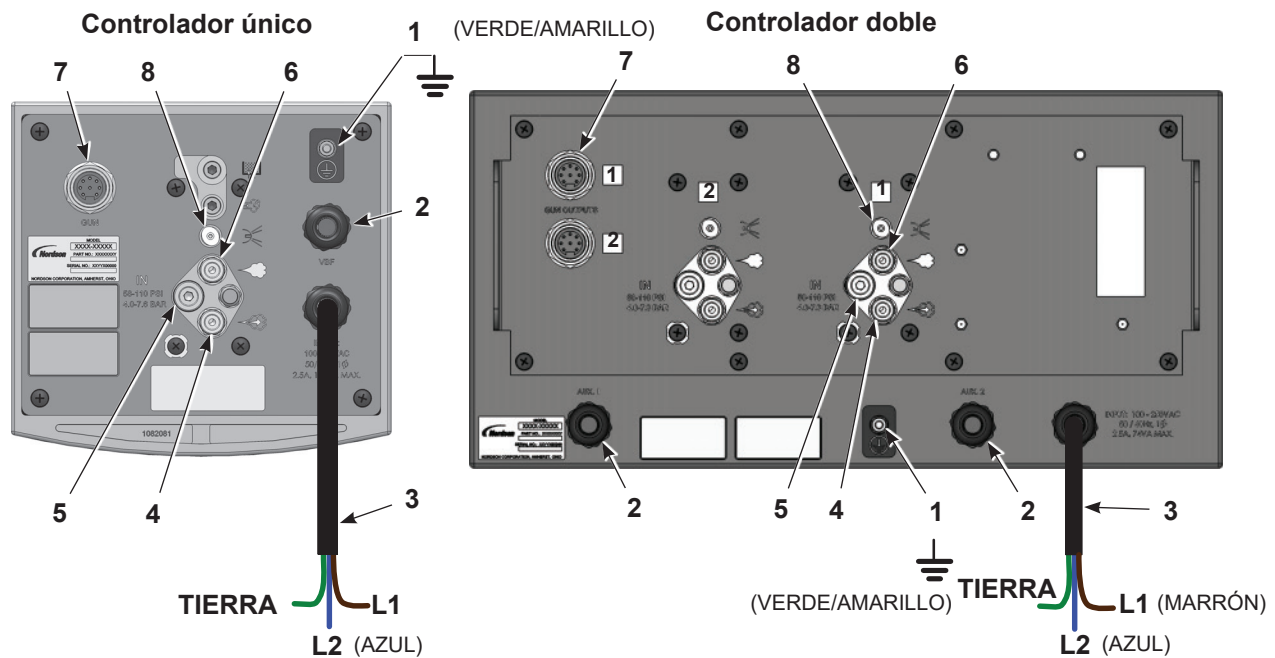
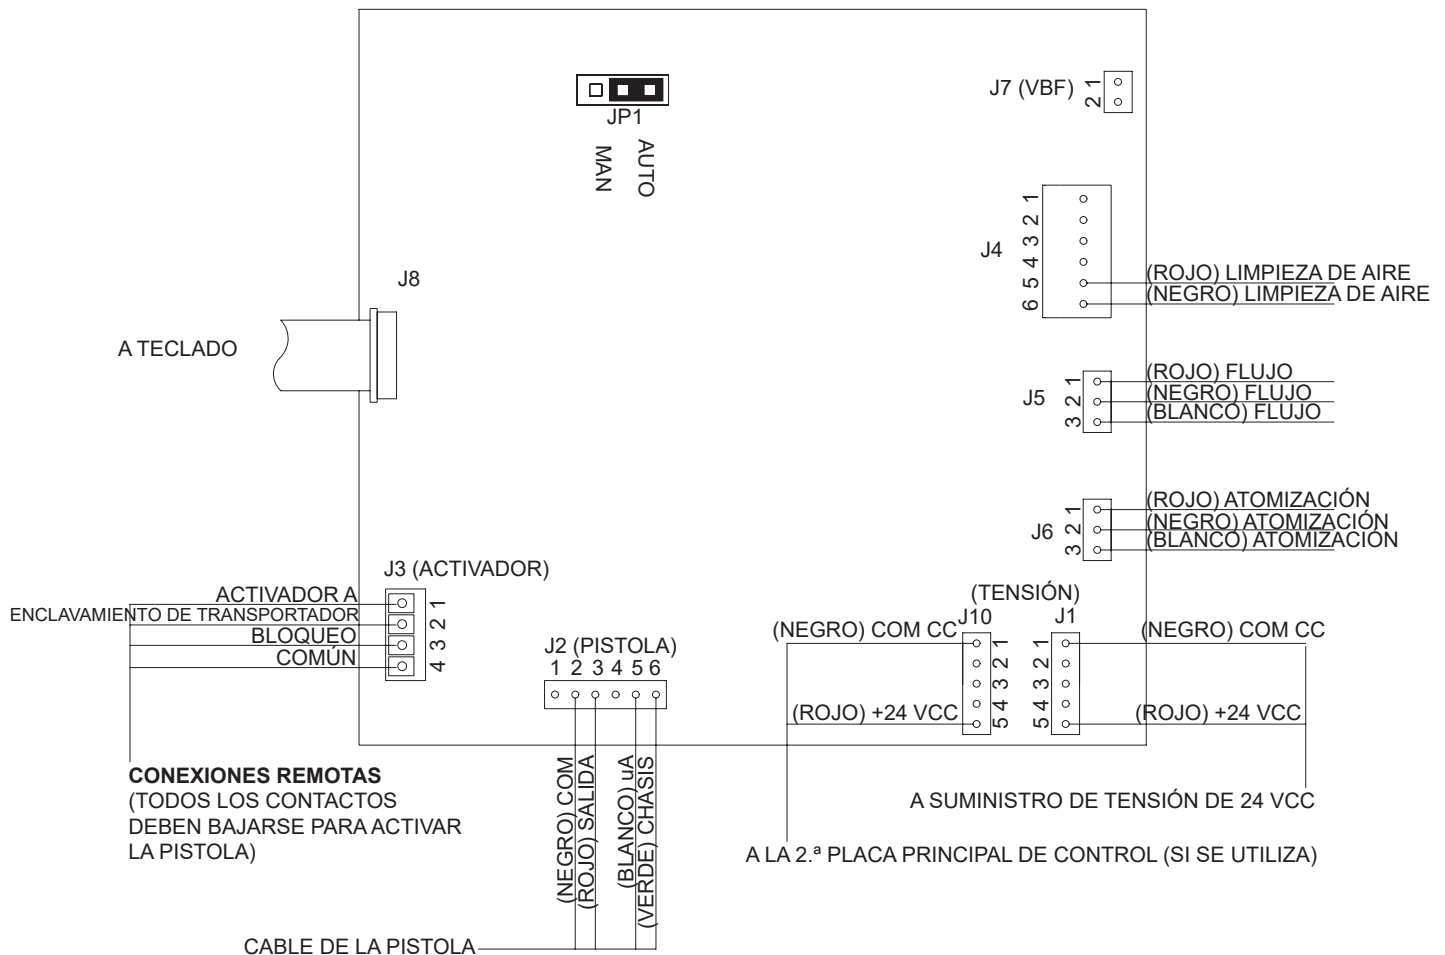
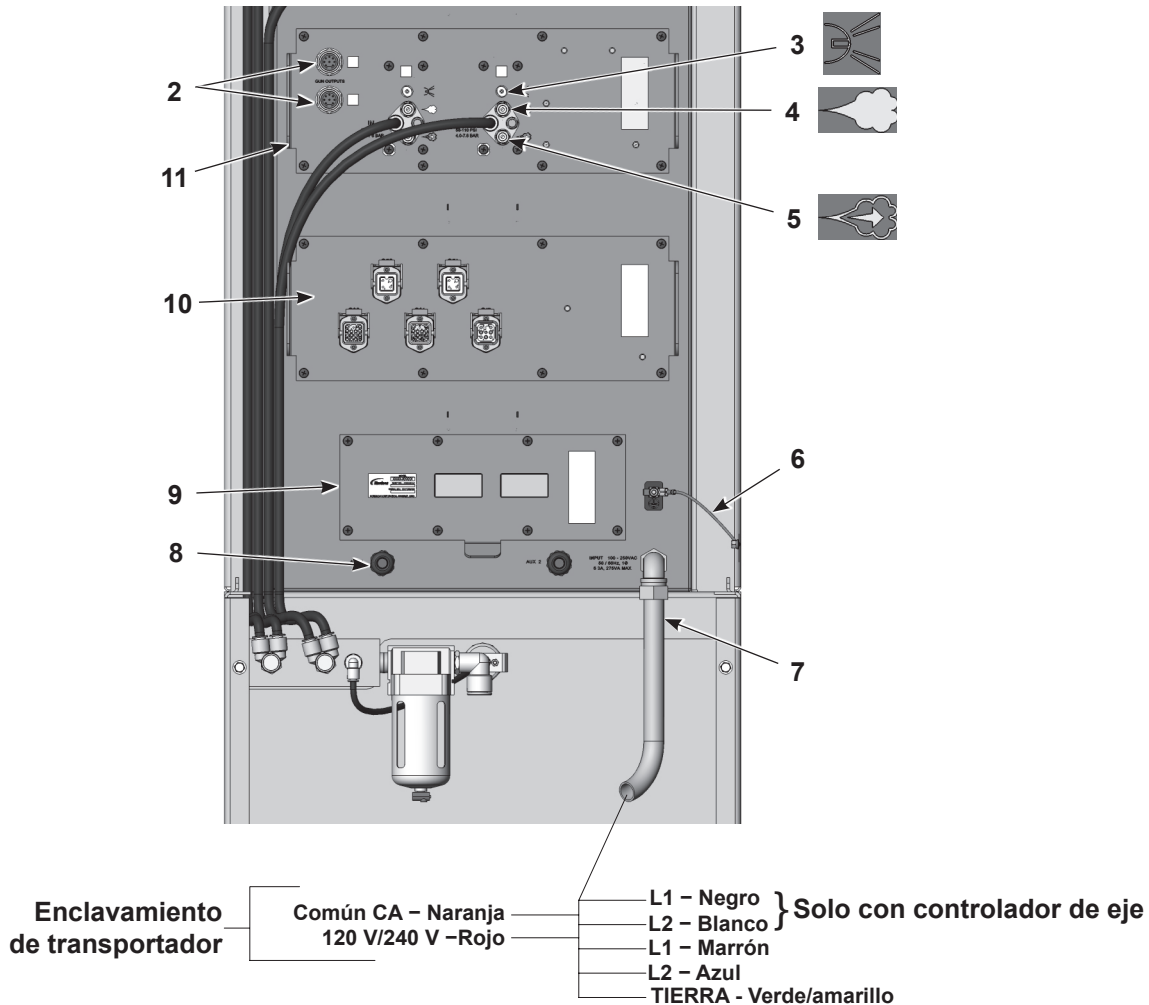

Figura 3-4 Conexiones del controlador de pistola automática única/doble
Figura 3-5 Controlador de pistola automática única/doble - Conexiones activador/enclavamiento/bloqueo de la placa principal de control
Figura 3-6 Controlador de pistolas múltiples: conexiones de tensión, aire y pistola (cubierta trasera y rodapié retirados)
Montar el controlador sobre una superficie plana dejando una distancia suficiente alrededor del mismo para conectar los cables de tensión, aire y de la pistola al panel posterior. Para las dimensiones, consulte la Figura 3-4.
Realizar las conexiones tal y como se muestra en la Figura 3-4. Para las conexiones del activador remoto, el enclavamiento de transportador y el bloqueo remoto, ver la Figura 3-5.
Ver la Figura 3-5. Llevar los cables del activador y de interconexión al armario pasando por los prensaestopas AUX o VBF y conectarlos con los terminales J3 en la(s) placa(s) principal(es) de control. Los circuitos del activador A, enclavamiento de transportador y de bloqueo son todos descendentes. Estos circuitos funcionan con 10 mA ± 1.
Realizar las conexiones tal y como se muestra en la Figura 3-6. Para las conexiones del activador externo y del enclavamiento de transportador, ver la Figura 3-5.
Ver la Figura 3-4. Suministrar aire comprimido al controlador a 4,0-7,6 bar (58-110 psi).
1. Ver Figura 3-4 o Figura 3-6. Conectar el tubo de limpieza de aire de electrodos, transparente de 4 mm, a los conectores de limpieza de aire en los paneles para controladores de pistolas.
1. Ver Figura 3-4 o Figura 3-6. Conectar el tubo azul de aire de atomización y el tubo negro de aire de flujo, ambos de 8 mm, a los conectores del controlador de pistolas.
Ver la Figura 3-5. El puente JP1 en la placa principal de control de la pistola debe colocarse en la posición AUTOMÁTICO para el funcionamiento correcto con pistolas de aplicación automáticas. Si está en la posición MANUAL, las pistolas no pueden activarse remotamente. Para cambiar la posición del puente, consulte *Localización de averías*.